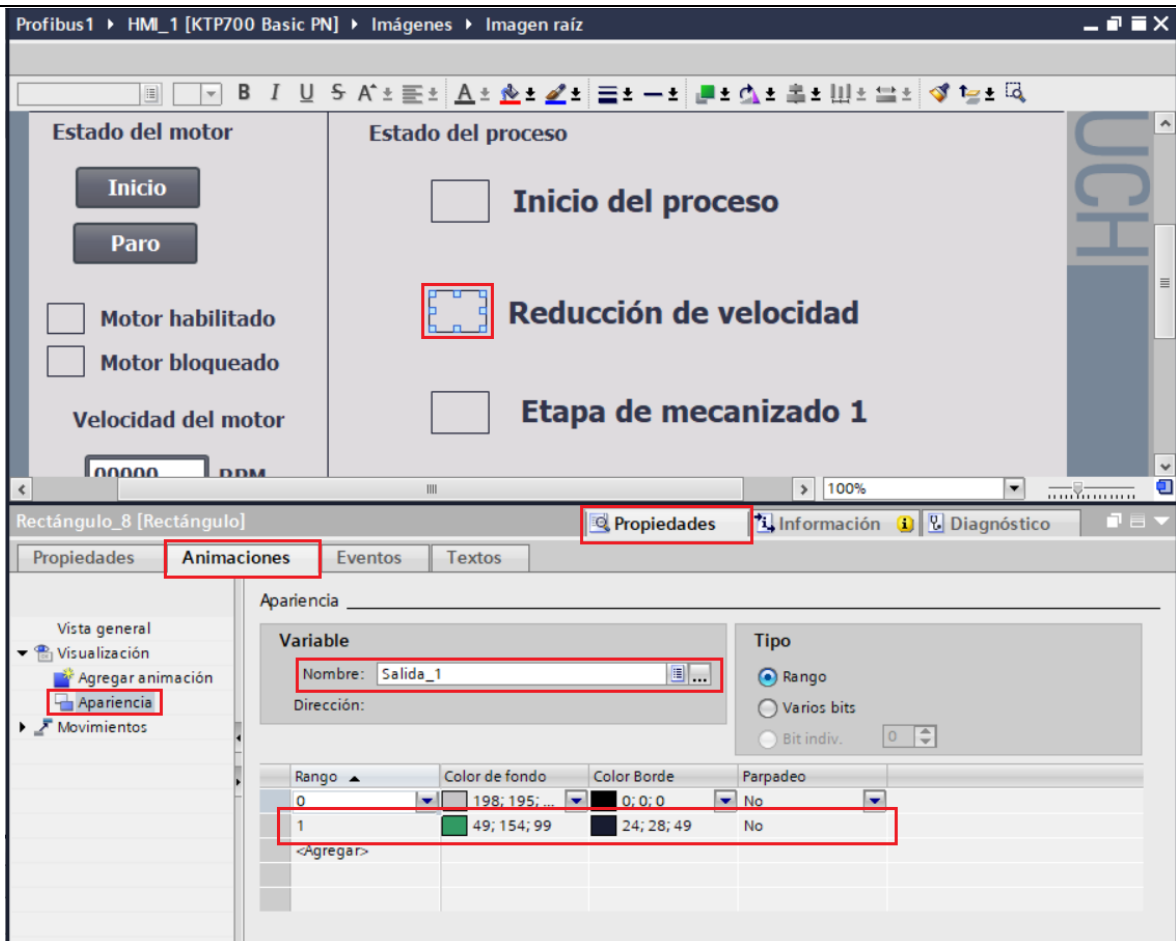

Figura 38. Configuración Corriente actual
- En “Rango” seleccionar “1”, en “Color de fondo” seleccionar el color “Verde” y en “Parpadeo” seleccionar “No” (ver Figura 38).